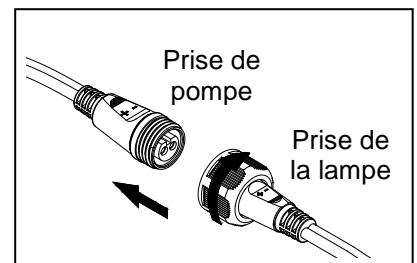

Fig. 2
2. Branchez la lumière à la pompe en insérant la fiche dans le connecteur jusqu'à ce qu'il soit fermement attaché. Serrez l'écrou de serrage à la main. Fig. 2